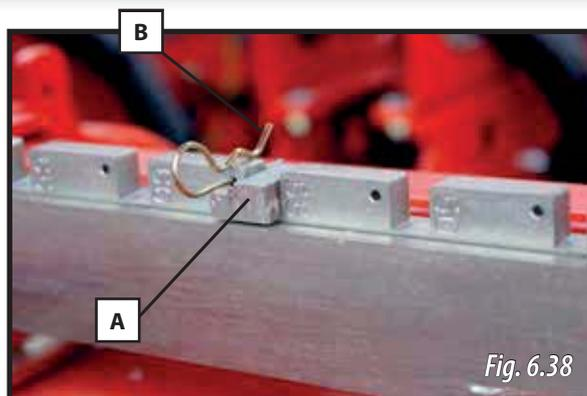

Fig. 6.38
Para regular la separación entre elementos, actuar sobre los topes de apertura (A, Fig. 6.38) de las astas como se indica a continuación:
- 1- Sacar el pasador (B, Fig. 6.38).
- 2- A continuación, retirar el tope de apertura de la entalla de la asta (A, Fig. 6.38).